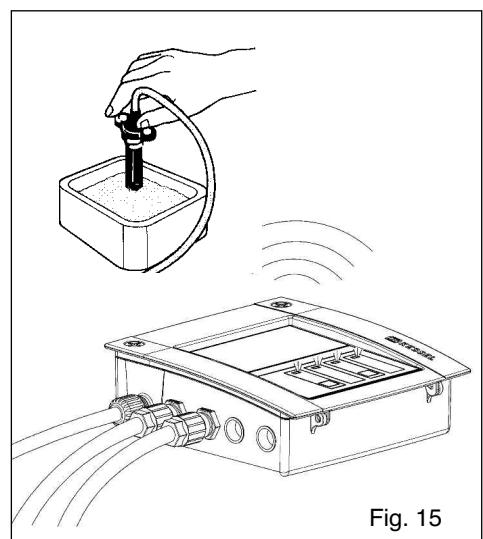

Fig. 15
4.4 Contrôle de la sonde (figure 15) optique